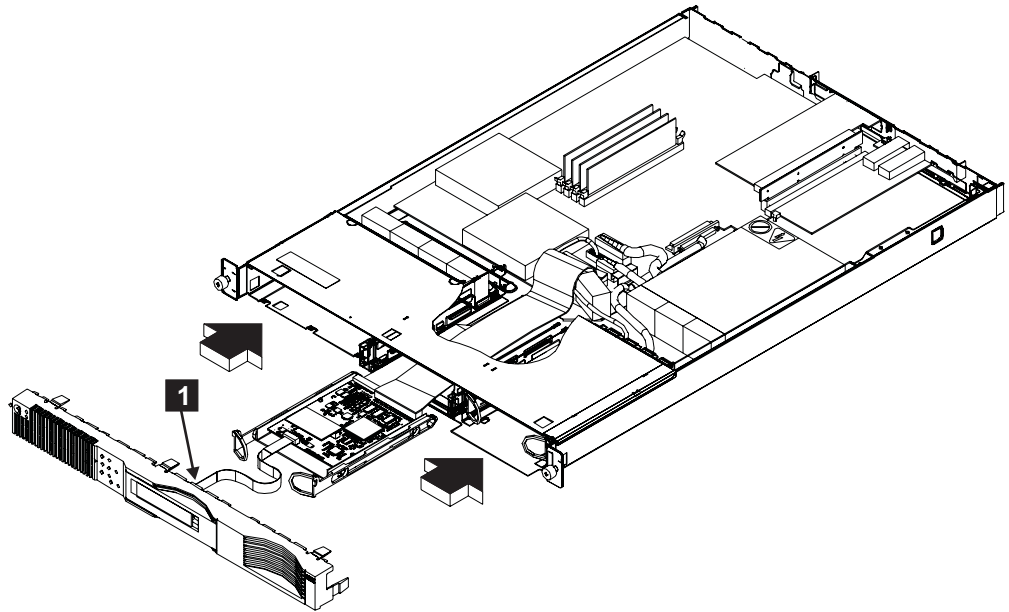

図 233. フロント・パネルの交換
1. ケーブル **1** をフロント・パネルに接続します。図 233 を参照してください。